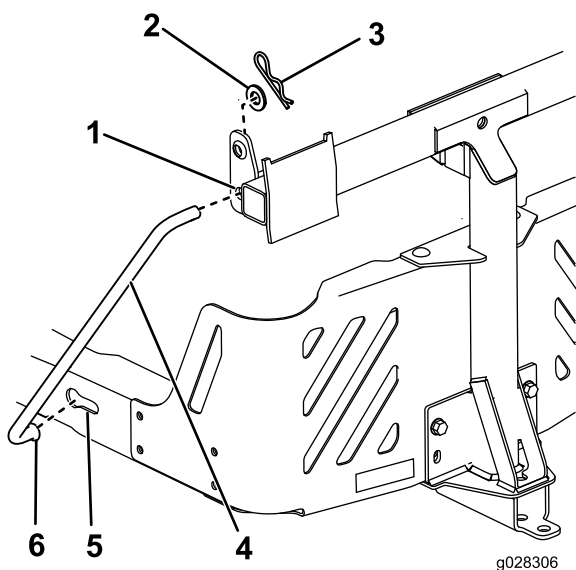

Figura 14
- Installate l'estremità curva e svasata di un'asta nella scanalatura sagomata presente sul lato sinistro del telaio della macchina e spostate l'asta indietro per inserirla in posizione nel telaio (Figura 14).
- Inserite le estremità curve delle aste nel supporto dell'attrezzo come illustrato nella Figura 14 e fissate l'estremità di ciascuna asta con una rondella e una coppia.